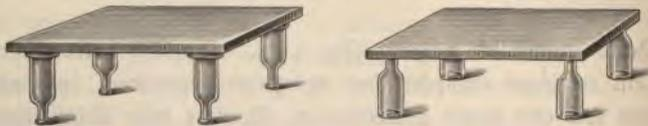

Fig. 119. Isolierschemel.
**Der Isolierschemel.** (Fig. 119.) Oft kommt es darauf an, nicht nur einen Apparat, sondern eine ganze Person in den